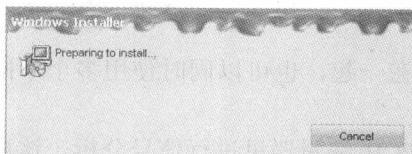
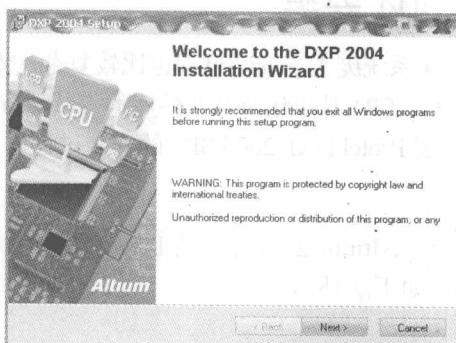

图 1-2 准备安装界面
图 1-3 Protel DXP 2004 初始安装界面
(1) 解压 Protel_DXP_2004.iso 文件，产生 Protel_DXP_2004 文件→用鼠标双击 Protel_DXP_2004 安装程序（Setup 文件），启动安装程序→弹出准备安装界面，如图 1-2 所示→数秒后弹出 Protel DXP 2004 初始安装界面，如图 1-3 所示。